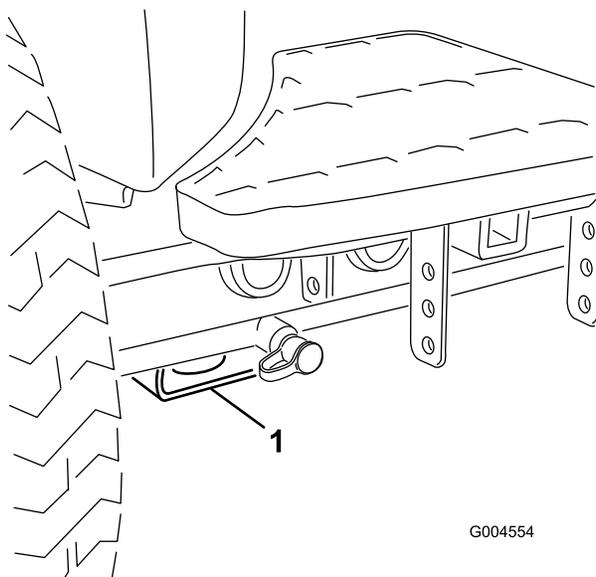

Figura 43
- Dianteira – pastilha rectangular, por baixo do tubo do eixo, dentro de cada pneu dianteiro (Figura 43).